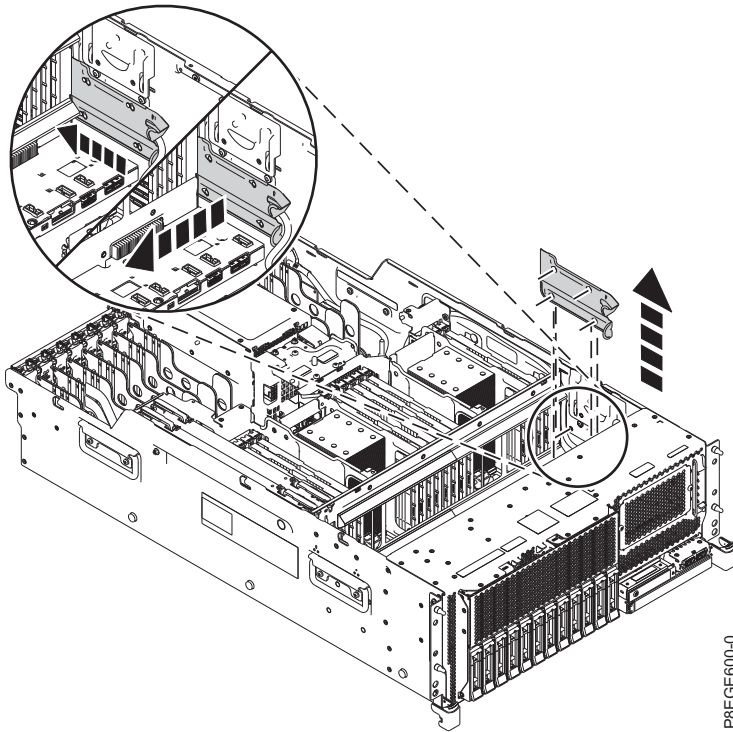

Figura 1. Extracción de la cubierta del cable USB
4. Extraiga la cubierta del cable USB por el lateral del chasis del sistema. Sujete el asa superior de la cubierta y tire hacia fuera para extraerla de la parte lateral del chasis. Empuje la cubierta hacia la parte posterior del sistema hasta que las ranuras de la cubierta salgan de las patillas de la parte lateral del chasis y, a continuación, extraiga la cubierta. Consulte la Figura 1.